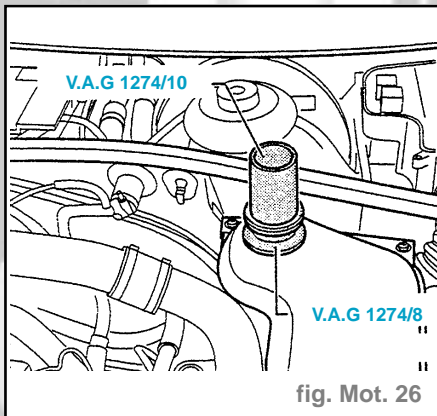

fig. Mot. 26
- Visser l'adaptateur **V.A.G 1274/8** sur le vase d'expansion et l'allonger avec **V.A.G. 1274/10** (fig. Mot. 26).